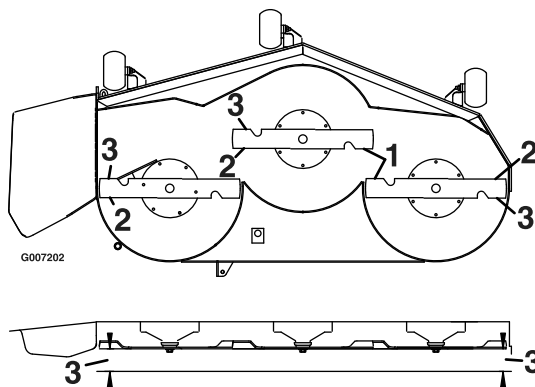

Figura 64
4. Mida entre los bordes de corte exteriores y la superficie plana (Figura 64). Si hay una diferencia de más de 5 mm (3/16 pulg.) entre ambas dimensiones, se requiere un ajuste; vaya al procedimiento Nivelación.